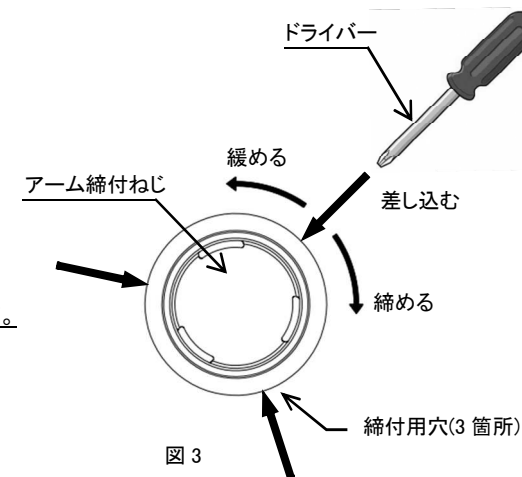

図3
- 照射角度調整後、緩みのないように確実にアーム締付ねじを締め付けてください。手での締め付けが不十分な場合は、図3のようにアーム締付ねじの締付用穴に一般形のドライバー(先端径φ6.5以下)を差し込み、締め付けてください。(適正締付トルク12.3N・m)締め付けが不十分な場合、投光器の落下による事故の原因になることがあります。